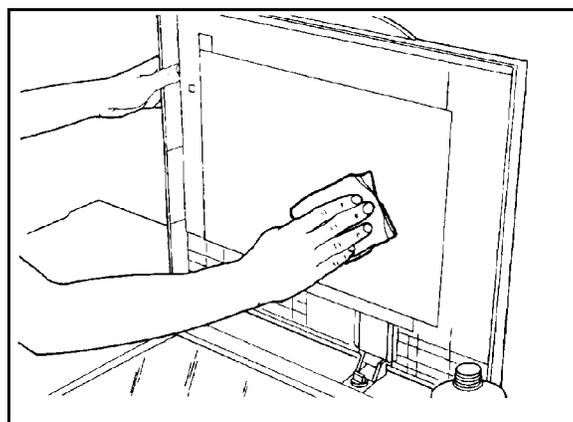

Figura 4: Limpieza de la cubierta del cristal de exposición
- 3 Limpie la parte inferior de la cubierta del cristal de exposición hasta que esté limpia y seca, tal y como ilustra la Figura 4.